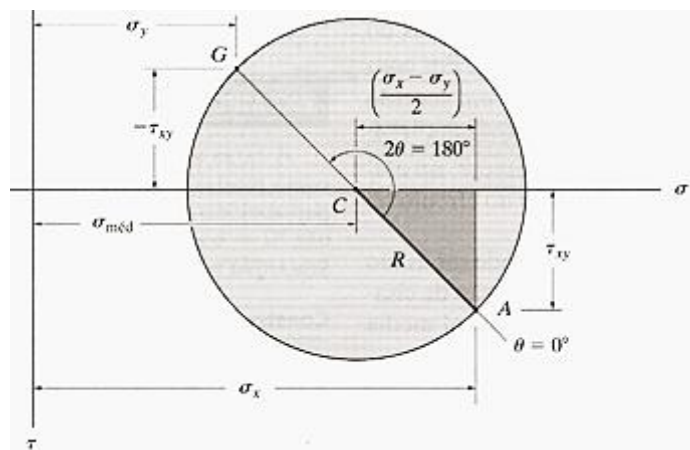

FIGURA 2. Círculo de Mohr. Fonte: Hibbeler (2010)
A Equação (3) produz o resultado gráfico genérico mostrado na figura 2.